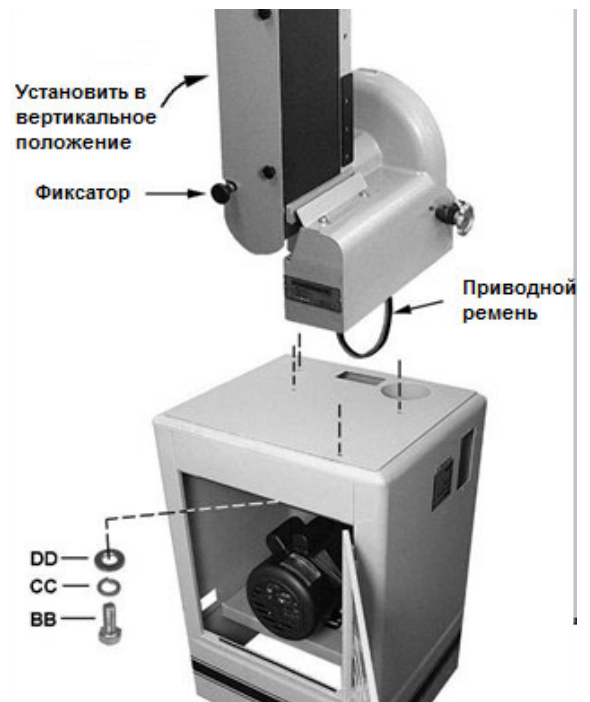

Рис. 5
См. Рис. 5:
2. Поставка станка производится при горизонтальном положении ленточного механизма. Потяните фиксатор и установите механизм в вертикальное положение (см. Рис. 5). Вертикальное положение механизма позволит лучше отбалансировать станок при установке на основание. Верните фиксатор в прежнее положение и убедитесь, что ленточный механизм зафиксирован.
3. Установите станок на основание строго, как показано на рис. 5. Также удостоверьтесь, что свободный конец приводного ремня под диском протяннут через прямоугольное отверстие в основании.
4. Прикрутите станок к основанию с помощью четырех винтов с шестигранной головкой M8 x 25 (BB), четырех стопорных шайб M8 (CC) и четырех плоских шайб M8 (DD). ПРИМЕЧАНИЕ: сначала закрутите винты вручную. После установки всех четырех винтов окончательно затяните их с помощью ключа 13 мм.